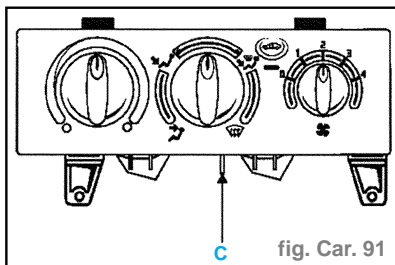

fig. Car. 91
- Déposer les deux vis de fixation du tableau de commande sur la planche de bord (B).
- le boîtier de commande en libérant le clip inférieur (C), (fig. Car. 91)